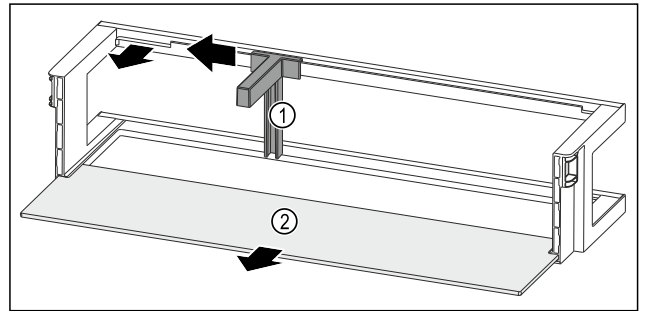

Fig. 249 Лотки на дверцятах із тримачем пляшок і полицею
- ▶ Пересуньте тримач пляшок Fig. 249 (1) убік до пазу.
- ▶ Вийміть тримач пляшок Fig. 249 (1).
- ▶ Дістаньте полицю Fig. 249 (2).